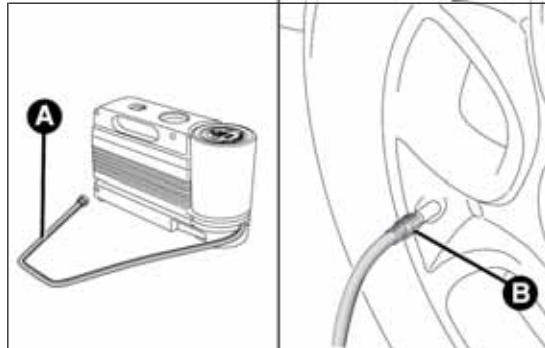

fig. 165
- Azionare il freno a mano.** Svitare il cappuccio dalla valvola dello pneumatico, estrarre il tubo flessibile di riempimento A fig. 165 ed avvitare la ghiera B sulla valvola del pneumatico;